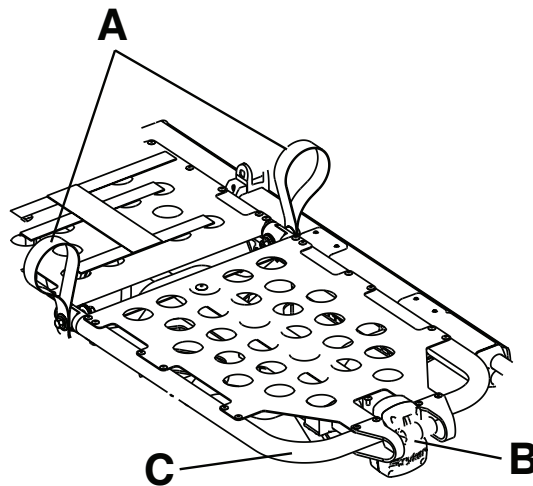

Figura 13 – Alzaginicchia
1. Sollevare una delle due cinghie rosse di sollevamento (A) fino a quando l'alzaginicchia non si trova nella posizione più alta (Figura 13).
Per abbassare l'alzaginicchia, sollevare una delle due cinghie rosse di sollevamento (A) per ridurre la pressione sul meccanismo di blocco. Tenendo la cinghia, spingere la maniglia rossa di sblocco del poggiatesta (B) fino a sganciare la staffa di supporto (Figura 13). Abbassare l'alzaginicchia fino a quando non raggiunge la posizione piana.
Per sollevare l'alzaginicchia in posizione anti-shock (Trendelenburg), sollevare il telaio del poggiatesta (C) il più in alto possibile fino a bloccarlo in posizione (Figura 13). La staffa di supporto si fissa automaticamente quando si rilascia il poggiatesta.
Per abbassare l'alzaginicchia in posizione anti-shock (Trendelenburg), sollevare il telaio del poggiatesta (C) e, tenendo il telaio, alzare la maniglia rossa di sblocco del poggiatesta (B) fino a quando la staffa di supporto non si sgancia dal telaio (Figura 13). Abbassare il poggiatesta fino a quando non raggiunge la posizione piana.